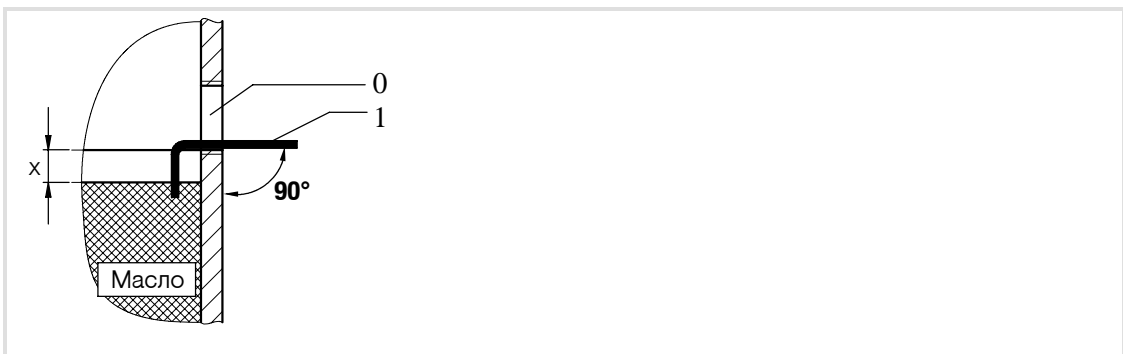

Рис. 3 Проверка уровня масла с помощью приспособления
- Минимальный уровень: на X мм ниже нижней кромки отверстия для контроля уровня масла (см. Рис. 3).